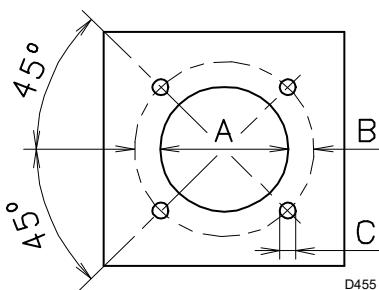

Fig. 6
5.3 Ketelplaat (Fig. 6)
Boor gaten in de afsluitplaat van de verbrandingskamer zoals aangegeven staat in (Fig. 6). Met behulp van het thermische scherm - samen met de brander geleverd - kunt u de juiste positie van te boren gaten vinden.